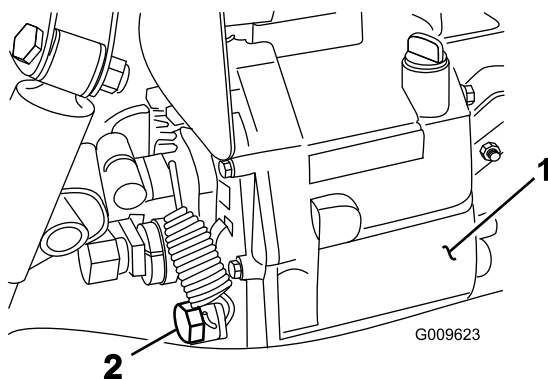

Bild 76
2. Nehmen Sie die Ablassschraube an der Seite des Behälters ab und lassen Sie die Hydraulikflüssigkeit in die Auffangwanne ablaufen (Bild 76).